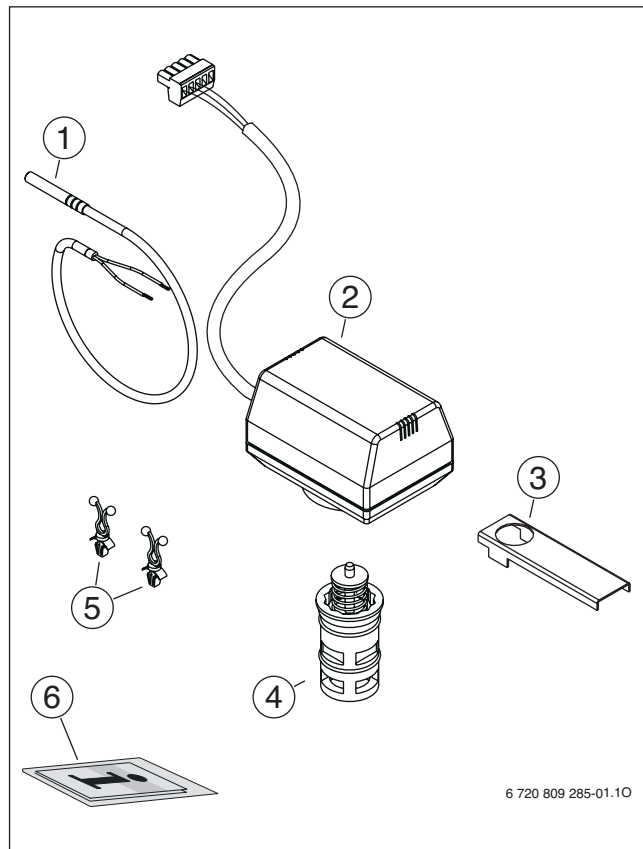
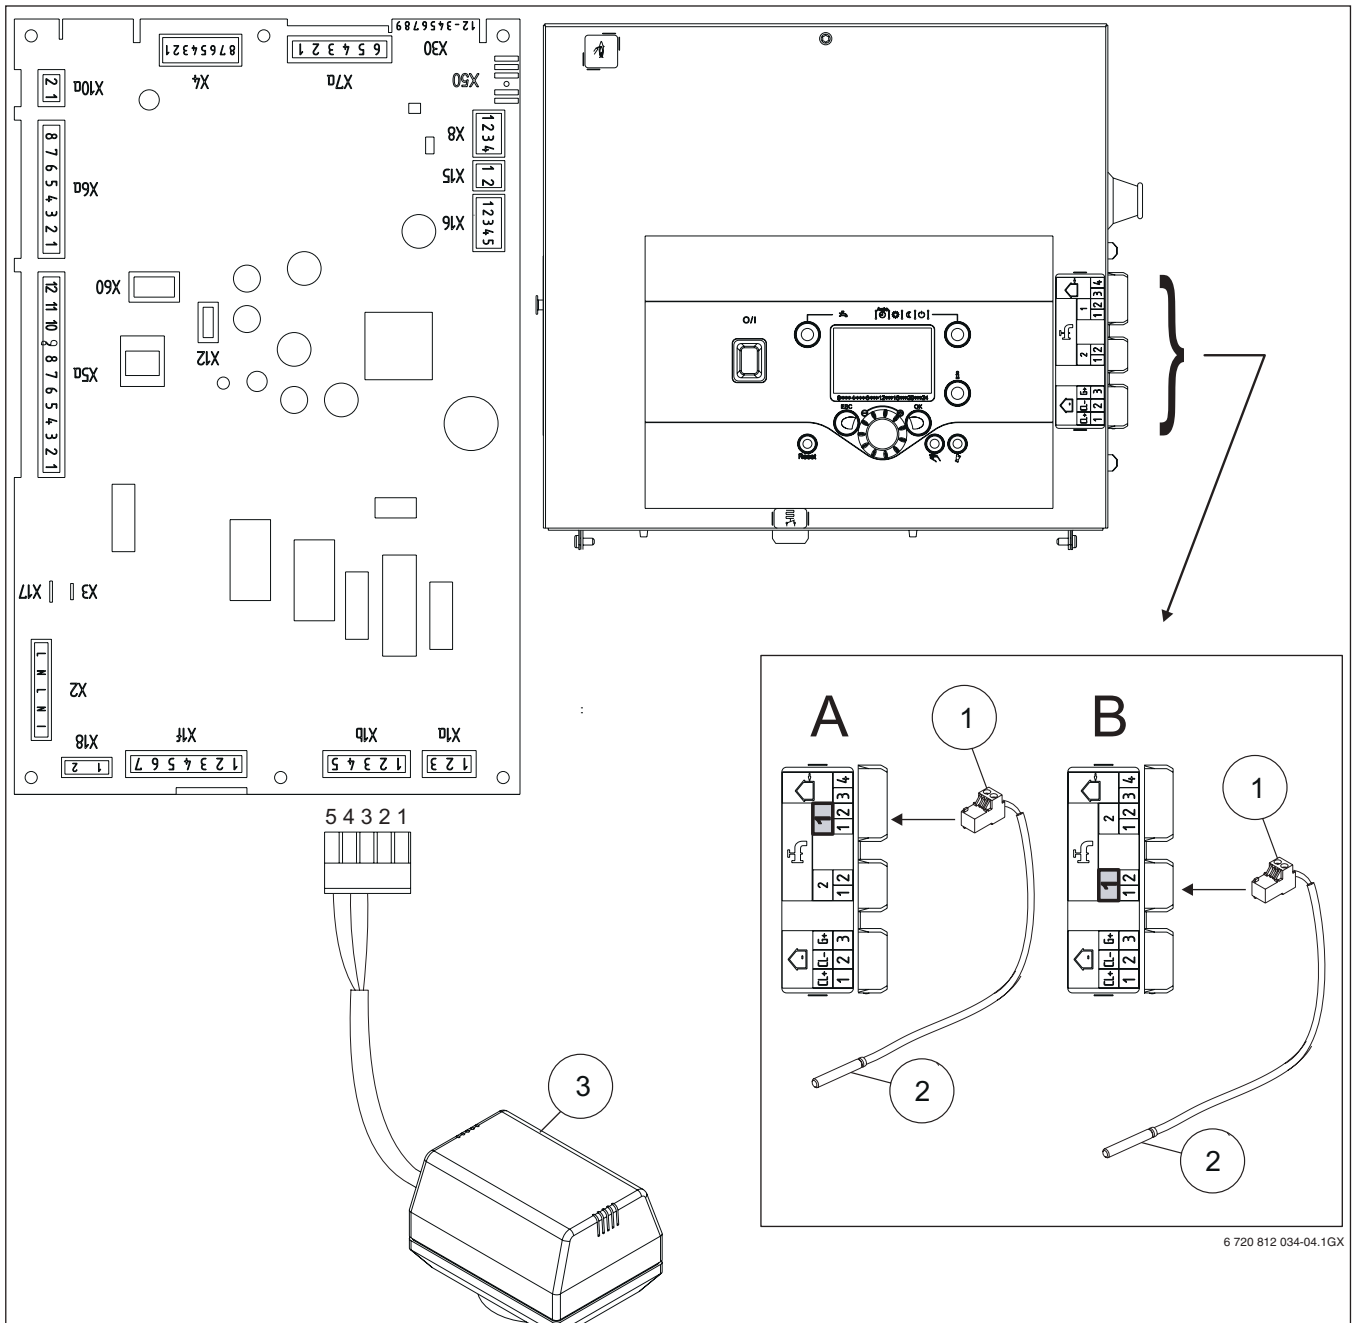

Fig. 1
Fig. 4
- ▶ Installare il sensore ACS (→ Fig. 1, [1]) nel pozzetto sonda del serbatoio, quindi collegarlo al morsetto 1 e 2 della LMS (→ pagina 5) utilizzando l'apposito connettore (→ fig. 4, [1]).
► Collegare il motore [3] e la sonda ACS [2] (→ Fig. 4).